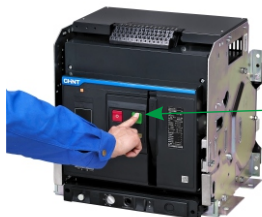

图67 手动合闸操作
a.合闸：当断路器处于分闸储能状态时(如带有欠电压脱扣器,请先确保欠压已通电吸合)，如图67按下绿色“|”按钮，断路器合闸，断路器由分闸储能状态转换为合闸释能状态。